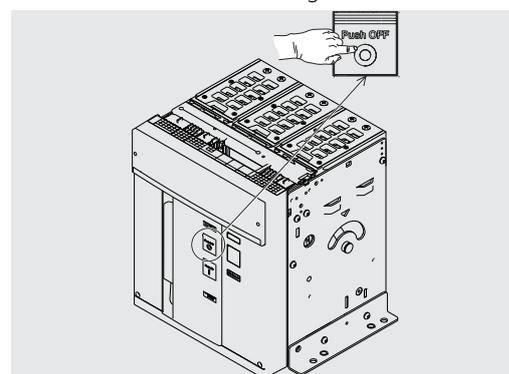

Figura 79
6. Apertura - Premere il pulsante di apertura "O - Push OFF" come indicato in Figura 79.